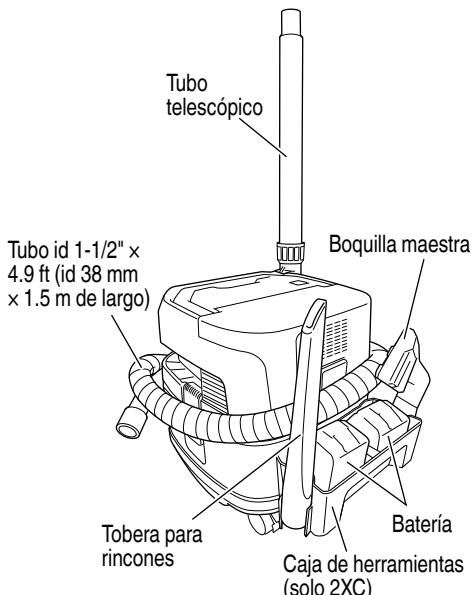

Fig. 26
(5) Cuando el aparato está almacenado (Fig. 26)